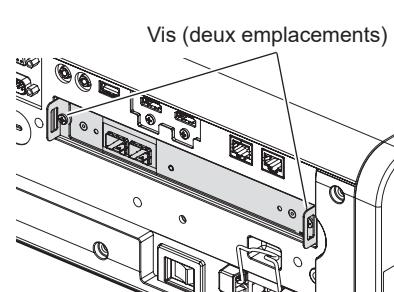

Fig. 3
3) Fixez la carte de fonction. (Fig. 3)